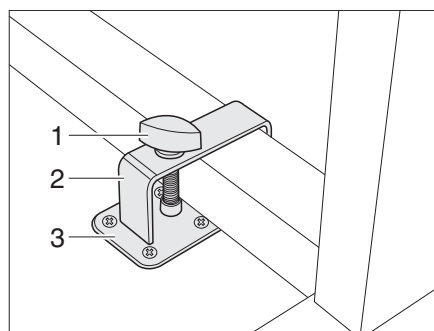
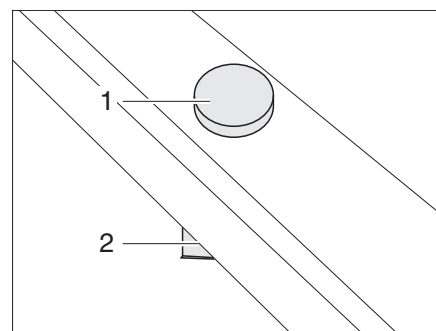

Fig. 55 Arresto del tavolo orientabile con telaio di metallo
Fig. 56 Arresto del tavolo orientabile con telaio di plastica
- Sistemare il tavolo orientabile accanto al supporto (Fig. 55,3) oppure sul supporto (Fig. 56,2).
- Mettere la staffa (Fig. 55,2) con bullone di fissaggio (Fig. 55,1) sopra il piede del tavolo.
- Spostare la staffa e, se necessario, il tavolo orientabile in modo da poter avvitare il bullone di fissaggio (Fig. 55,1 o Fig. 56,1) sul supporto (Fig. 55,3 o Fig. 56,2).